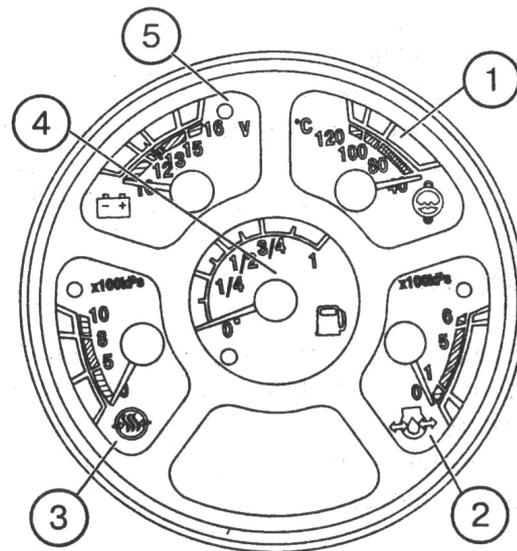

Fig. 7. Combination meter:
1.14. Combination meter (Fig. 7)